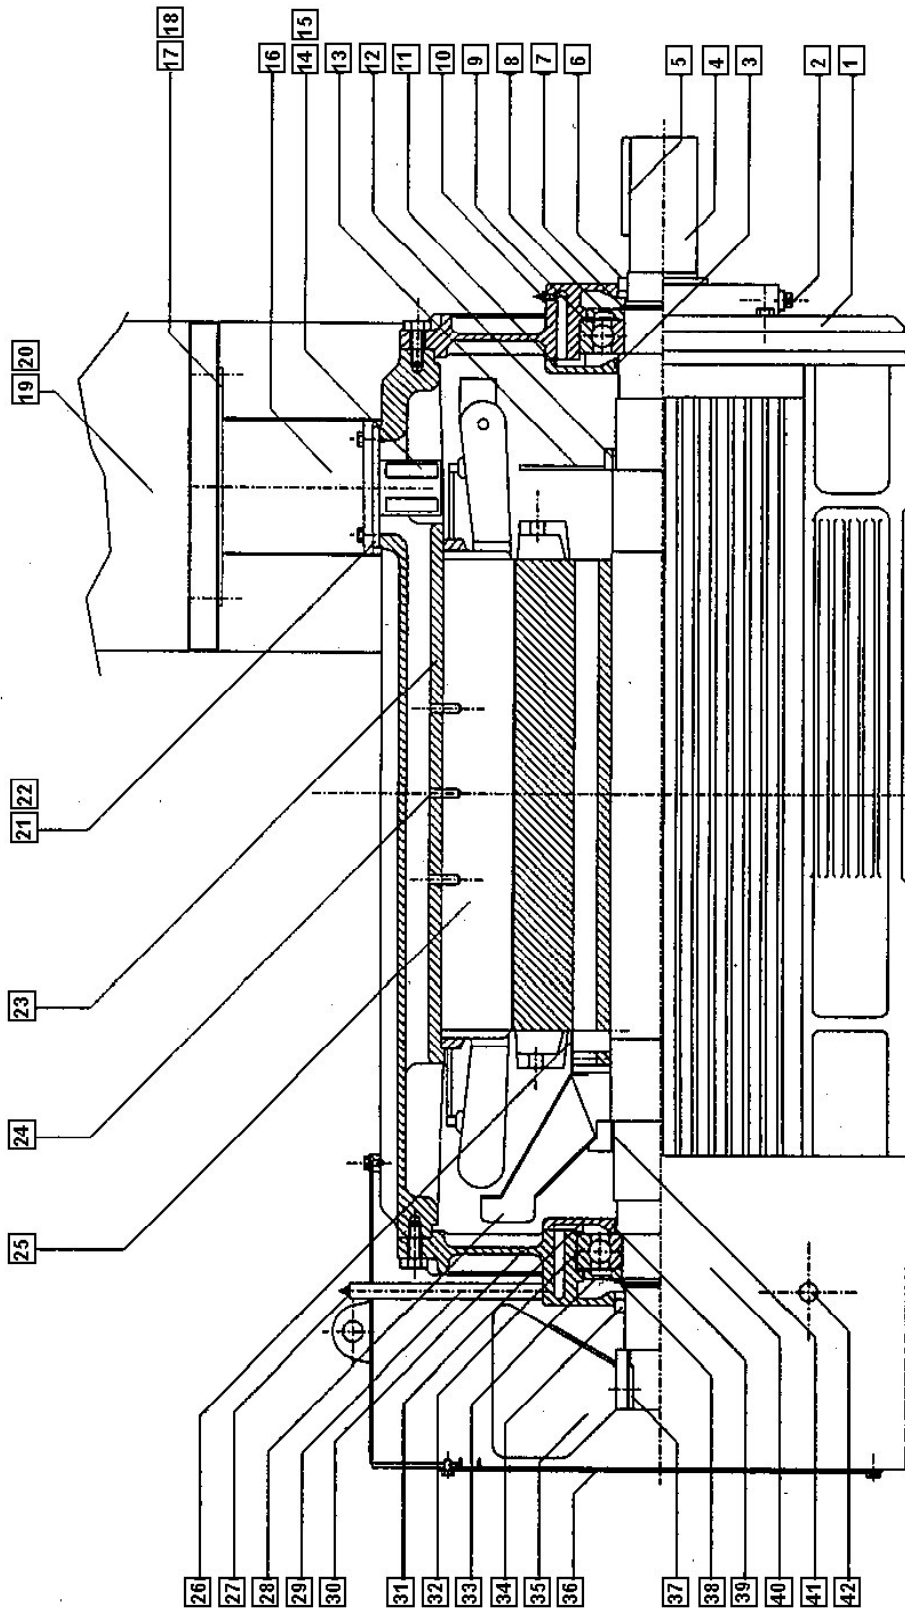

figura 2
6.5.3.6 Desmontagem do Mancal de Rolamento do Lado Acionamento (vide figura 2)